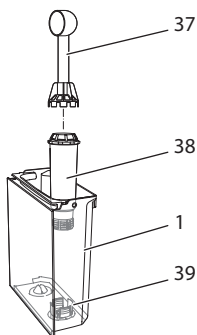

Abb. 18: Wasserfilter ein-/ ausschrauben
- Entfernen Sie den Wasserfilter, wenn das Gerät Sie dazu auffordert (siehe Abb. 18).